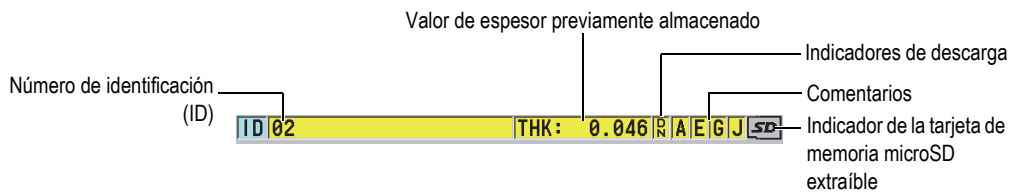

Figura 3-2 Barra de identificación (ID)
La barra de identificación (ID), que se encuentra en la parte superior de la pantalla de medición, contiene el número de identificación de la ubicación de la medida de espesor en curso, el valor previamente almacenado y los indicadores de las notas (ver Figura 3-2 en la página 58). El indicador de descarga (R) aparece cuando un valor de espesor previamente almacenado proviene de un archivo en lugar de aquel adquirido recientemente.